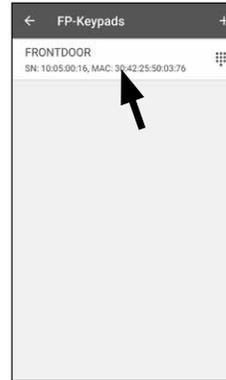

Abb. 58
- 2 Anschließend wählen Sie die Tastatur mit dem Fingerprintsensor aus, mit der Sie den Fingerabdruck in die App einspeichern möchten (Abb. 58).